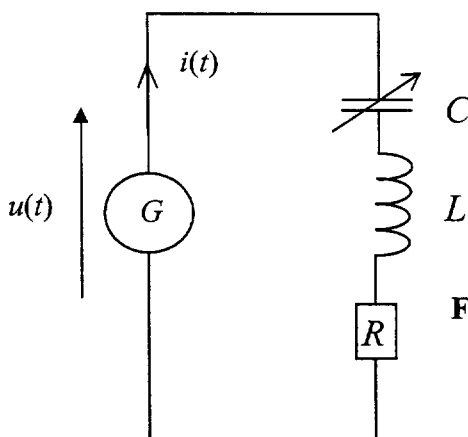

Figure 1
Un dipôle RLC comporte, en série, un conducteur ohmique de résistance $R = 60 \Omega$, une bobine de résistance nulle et d'inductance $L = 0,40 \text{ H}$ et un condensateur de capacité réglable C . L'ensemble est alimenté par un générateur G délivrant une tension alternative $u(t)$, de fréquence f égale à 50 Hz et de pulsation ω , comme l'indique la **figure 1** ci-dessous.
2.1. Reproduire la **figure 1** en indiquant les branchements de l'oscilloscope.